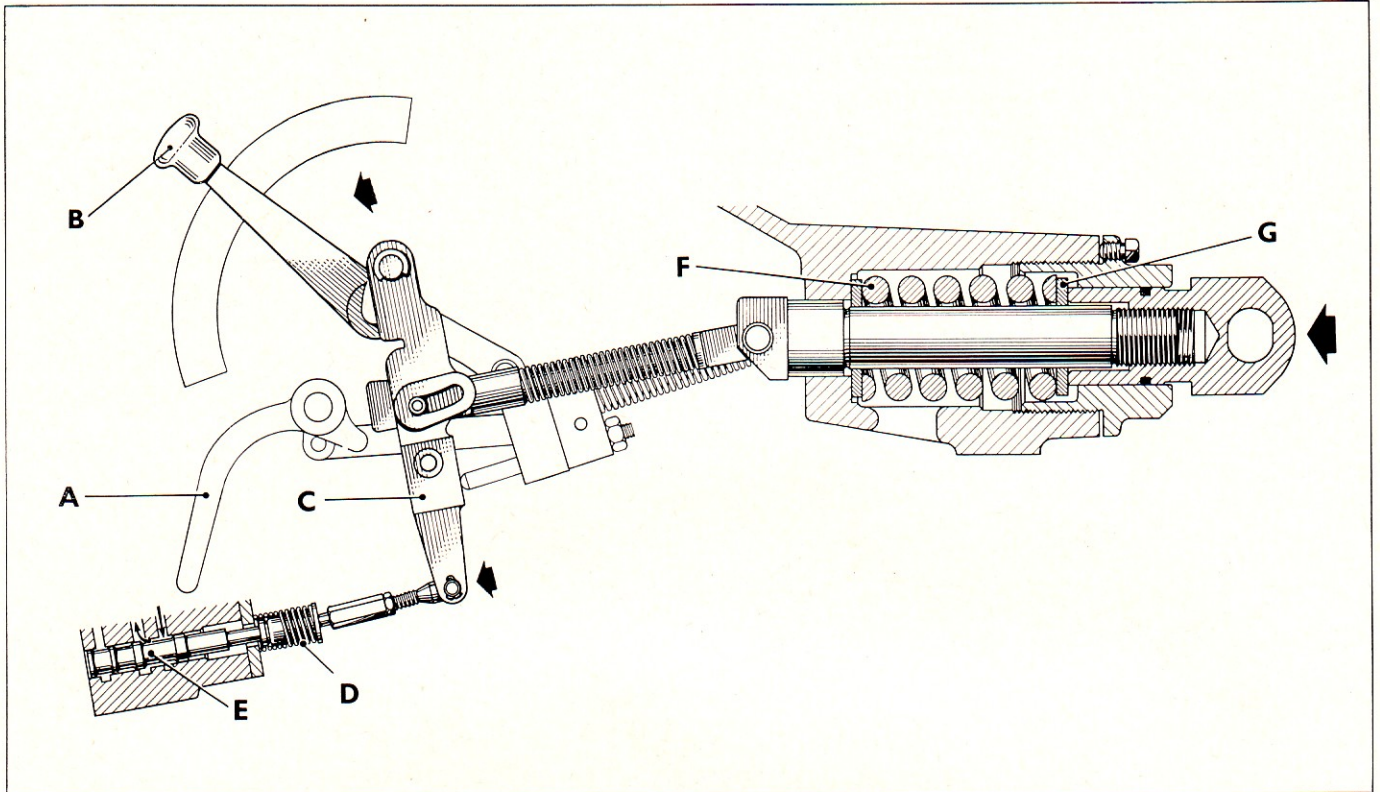

Figure 48: Contrôle d'effort - Remontée de l'outil provoquée par la compression de l'articulation supérieure
1. En Contrôle d'effort, l'augmentation de résistance de l'outil comprime le ressort principal "F" d'arrière en avant (Figure 48), ce qui déplace vers l'avant le levier d'attaque de tiroir de commande "C". Le levier d'attaque surmonte la pression du ressort de tiroir de commande "D" et amène le tiroir de commande "E" en position de relevage. Au fur et à mesure que l'outil remonte, sa résistance, et par suite la pression sur le ressort principal, reviennent à leur